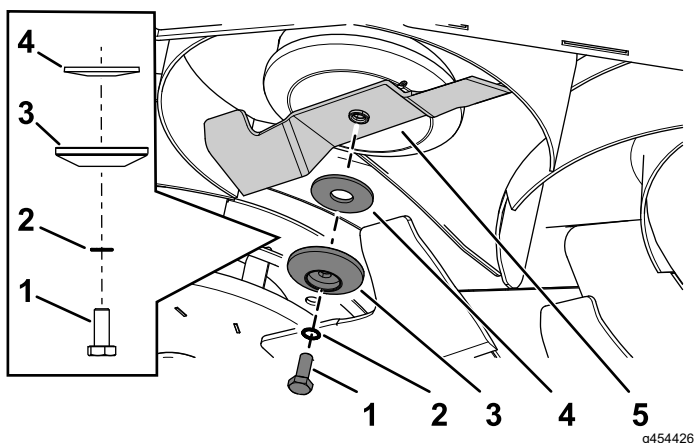

Figura 110
2. Instale la cuchilla con el perno de cuchilla, la arandela dentada, la pieza de sujeción y la arandela curva que retiró anteriormente (Figura 110).